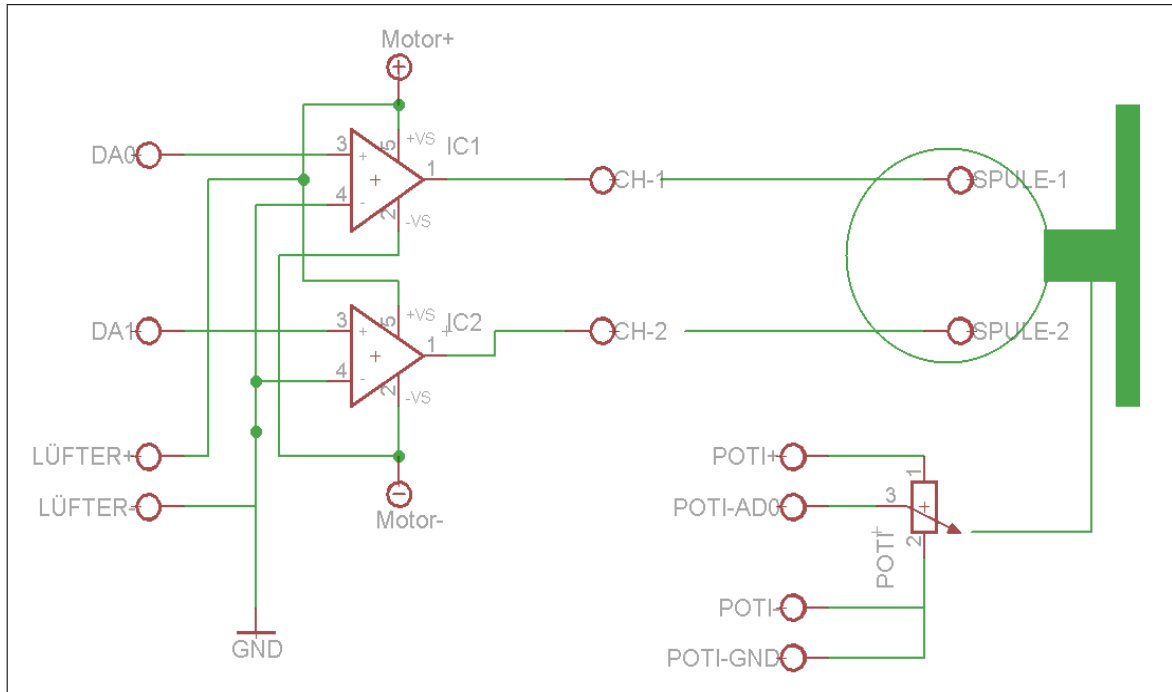

Abbildung 3.4: Schaltplan Platine-Buchsen
8.5 Platine-Buchsen: Detaillierte Auflistung der Anschlüsse in Abb. 3.4